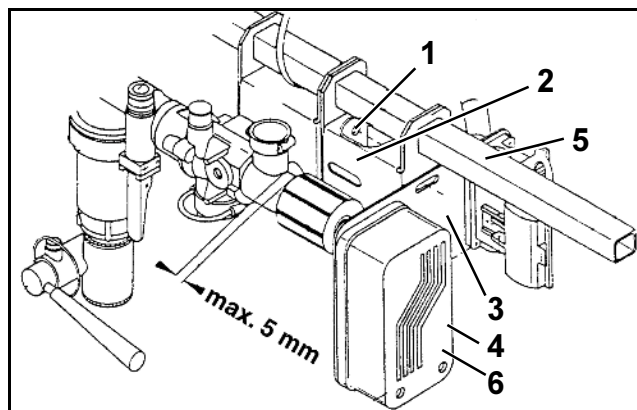
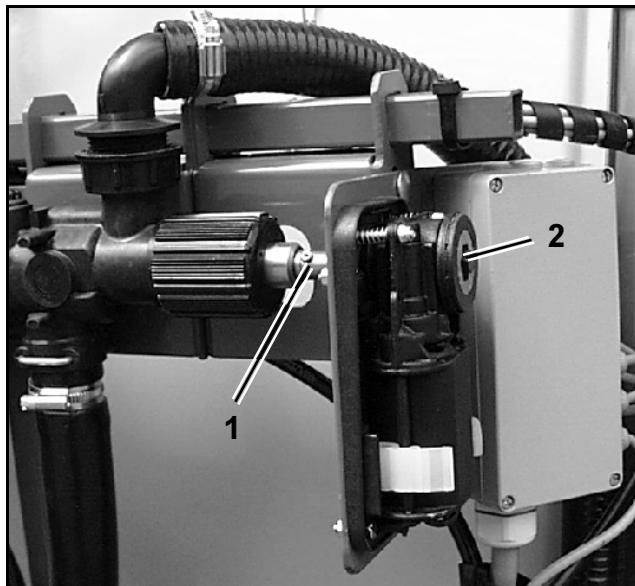

Рис. 138
Рис. 139
- Удалите резьбовое соединение (Рис. 138/1) с кронштейна регулятора (Рис. 138/2).
- Кронштейн регулятора с фланцем (Рис. 138/3) для электродвигателя (Рис. 138/4) перемещайте на контропоре (Рис. 138/5) вправо, пока электродвигатель и дозирующий ходовой винт (Рис. 139/1) дозирующей автоматики не будут больше соединены друг с другом.
- Отвинтите крышку (Рис. 138/6) с корпуса.
- Поверните винт с шестигранной головкой (Рис. 139/2) на один «щелчок».